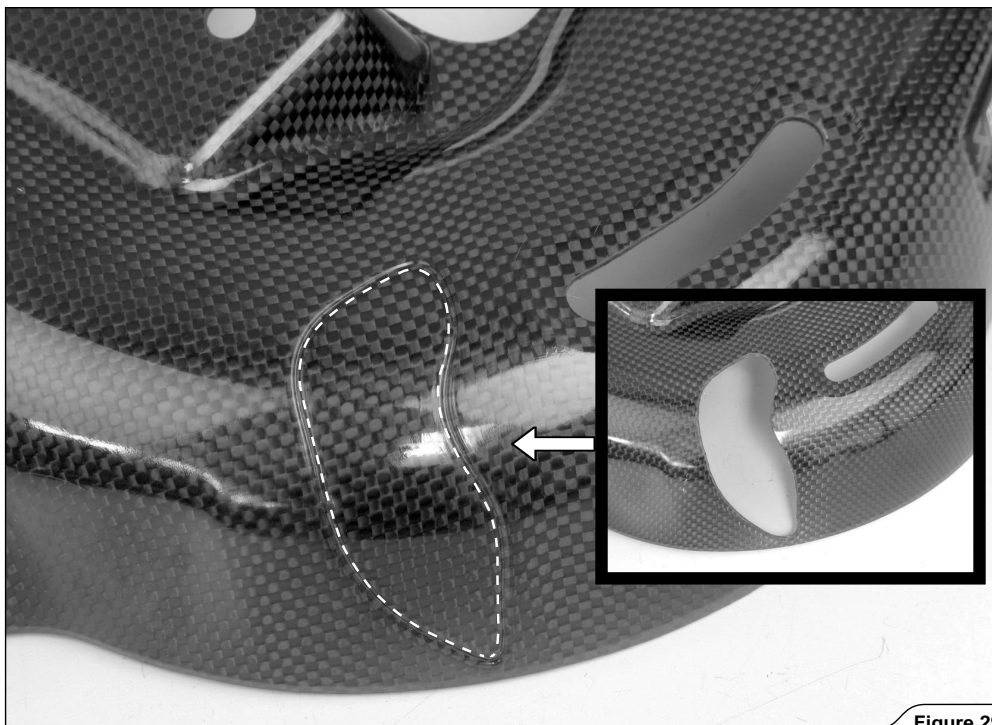

Figure 29
4. パッセンジャーフットペグを使用するタイプのみ:カーボンファイバー製ヒートガードの成形部分を、注意して図のように切り取り、研磨します (図 29)。